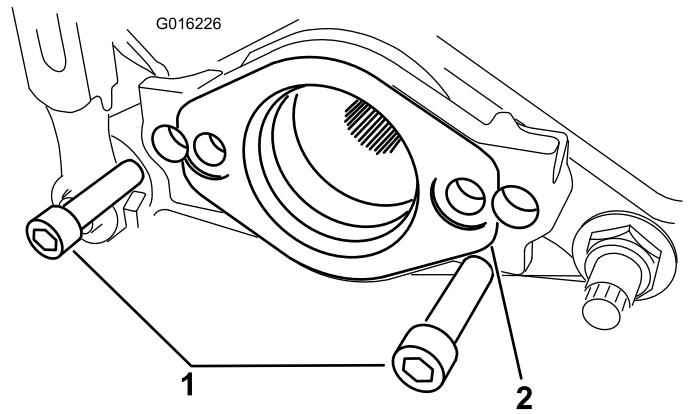

Figura 3
7. Si el kit se instala en una máquina **TriFlex 3300, 3320, 3400 o 3420**, retire los 2 pernos que sujetan el soporte del motor al extremo izquierdo de la unidad de corte. Retire el soporte del motor (Figura 3).